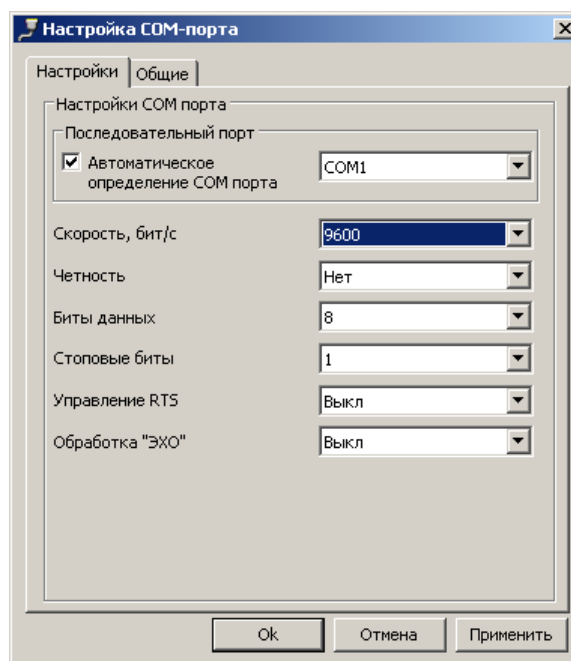

Рисунок 23 – Окно редактирования настроек канала связи «RS-232»
5.2.4 Для канала связи «RS232» установить параметры порта связи (см. Рисунок 23):